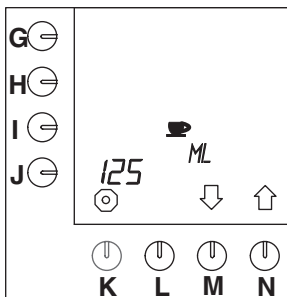

Fig. 34 Innhold pr. kopp
- Trykk på valgtasten (N.)↑ inntil fig.34 vises på displayet.